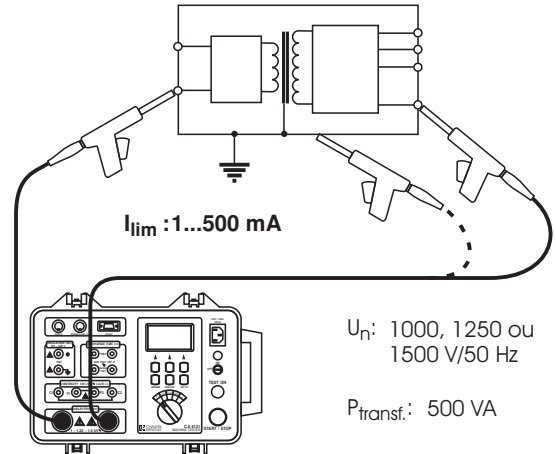

Fig.8. Connexion des pistolets de test
3. Connectez les pistolets de test à l'instrument conformément au schéma Fig. 8.